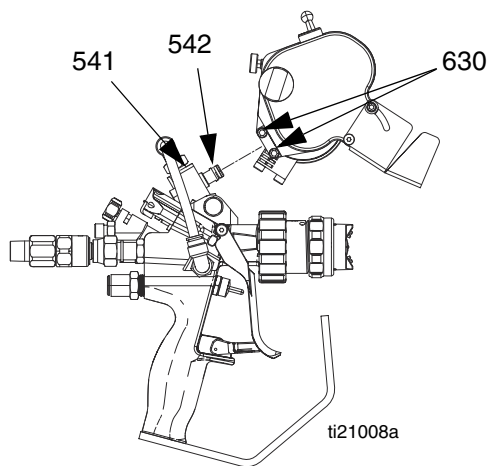

FIG. 3
- a. Si cela est nécessaire, utilisez une clé à molette pour régler le pivot (541) de sorte qu'il soit parallèle à la partie avant du pistolet et que l'extrémité ouverte soit orientée vers l'avant du pistolet. Voir la FIG. 3.
- b. Réglez le bouton de tension (AF) comme vous le souhaitez.
- c. Serrez le verrou (AG).
- d. Libérez la vis de verrouillage de la roue de tension (AN).
- e. Réglez la roue de tension (AJ) jusqu'à ce qu'elle touche l'enclume (AC).
- f. Serrez la vis de verrouillage de la roue de tension (AN).
- b. Retirez les vis (630). Voir la FIG. 3.
REMARQUE : assurez-vous que le joint torique (542) soit correctement engagé dans le système de découpe. Assurez-vous également qu'il n'y ait pas de fuite excessive d'air car cela réduirait grandement les performances du moteur pneumatique. Voir la FIG. 3.
- d. Serrez les vis (630) pour verrouiller le système de découpe en place.